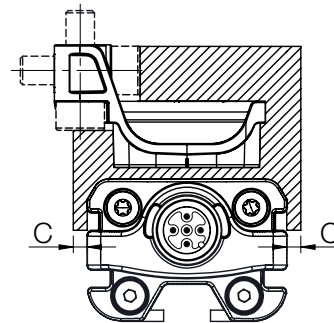

図 5-5: 最小距離 C
- 磁性体製の部品とポインタとの間の距離 C は、必ず 10 mm 以上となるようにしてください (図 5-5 を参照)。
- 磁性体製の部品とポインタとの間の距離 C は、必ず 10 mm 以上となるようにしてください (図 5-5 を参照) 。